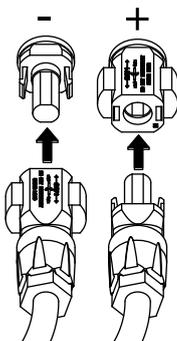

Fig. 31 : raccordement du string PV
6. Brancher les connecteurs mâles et femelles des câbles DC sur l'onduleur. **Fig. 31**